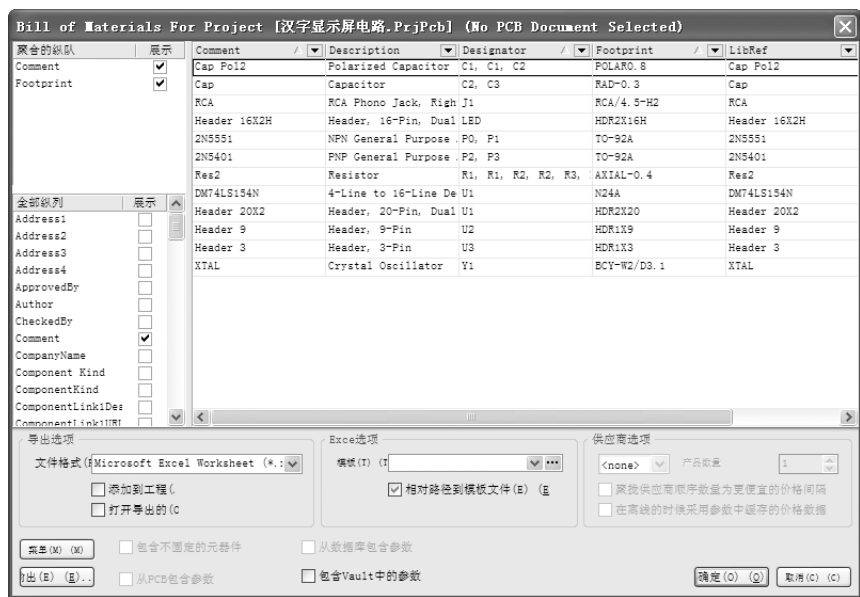

图 15-35 显示元件清单列表
1) 在该项目任意一张原理图中，选择菜单栏中的“报告”→“Bill of Material”（元件清单）命令，系统将弹出如图 15-35 所示的对话框来显示元件清单列表。